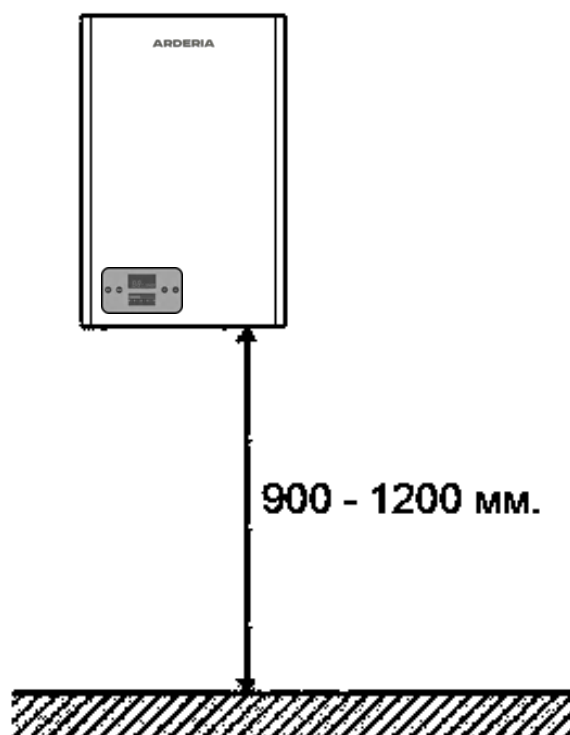

Рис. 9
- Высота установки котла должна быть удобной для эксплуатации, ремонта и обслуживания. **Рекомендуемая высота** установки котла от 0,9 до 1,2 м. определяется от уровня чистого пола до нижнего основания корпуса котла (См. Рис. 9)
- Электротёл вешается на крепёжные элементы, которые крепятся в стену. В качестве крепёжных элементов **рекомендуется** использовать анкерные болты, крепёжные шпильки, дюбель-гвозди, шурупы и саморезы, как в комплекте с дюбелями, так и отдельно. Выбор крепёжного элемента зависит от материала стены и нагрузки. Электрокотёл навешивается своими двумя монтажными отверстиями, расположенными сверху, на задней стороне корпуса на крепёжные элементы (См. Рис. 9).